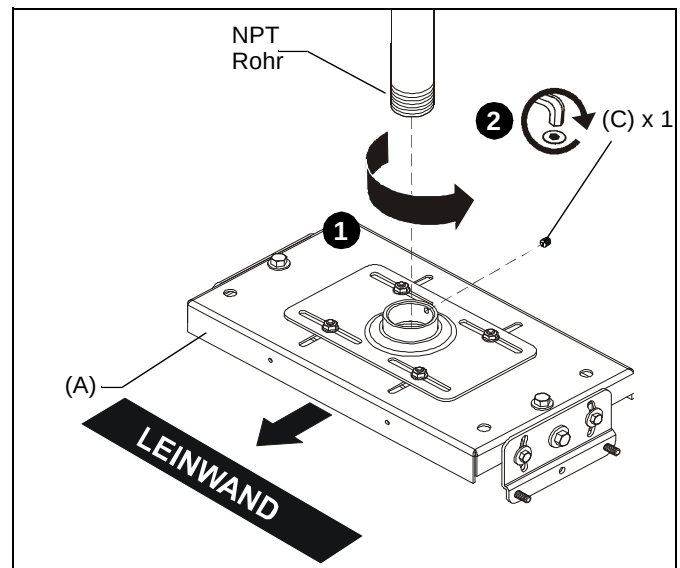

Abb. 1
1. Schrauben Sie die VCM-Halterung (A) fest an das vorhandene 1-1/2"-NPT-Rohr, wobei mindestens vier Gewindengänge eingeschraubt werden müssen. (Siehe Abb. 1)
HINWEIS: Stellen Sie sicher, dass die lange Kante der VCM-Halterung parallel zur Leinwand verläuft. (Siehe Abb. 1)
2. Schrauben Sie die 5/16-18 x 3/8"-Feststellschraube (C) in den Gewindekragen der VCM-Halterung, um Bewegungen der VCM zu verhindern. (Siehe Abb. 1)